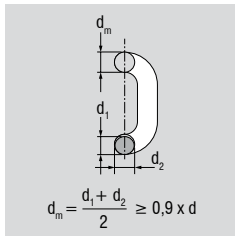

Fig. 13.3: Reducción del espesor de un elemento de cadena
- Reducción del espesor del elemento de cadena en algún lugar en una media $> 10\%$ (fig. 13.3)